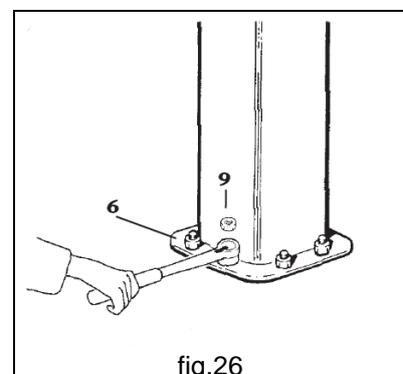

fig.26
5. Visser stablement les écrous **6** au moyen de clé dynamométrique, en appliquant les couples de serrage (voir tableau de la page 12) prévus en fonction du diamètre des tiges d'ancrage, assurer ensuite les écrous contre le dévissage avec les écrous de sécurité **9**. (fig.26).